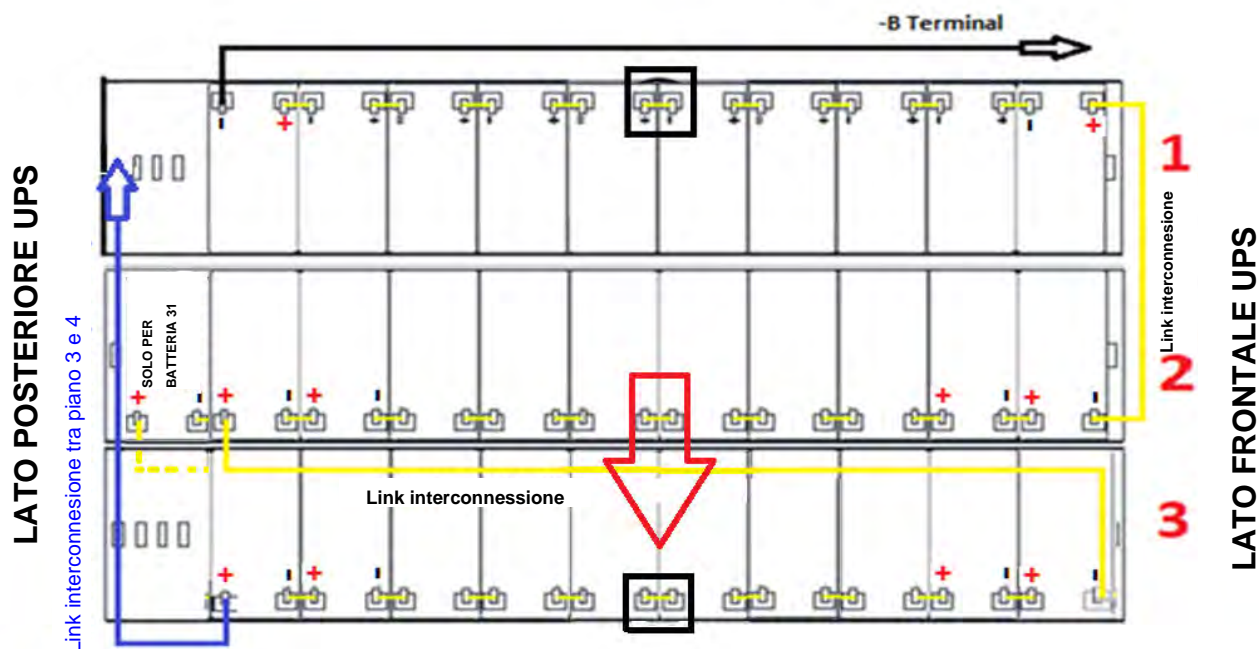

Figura 26 - Vista dall'alto piano N°1 con connessioni batterie
- 21) Dal lato sinistro dell'UPS estrarre parzialmente il cassetto n°3 e inserire il ponticillo mancante come dimostrato in figura 26